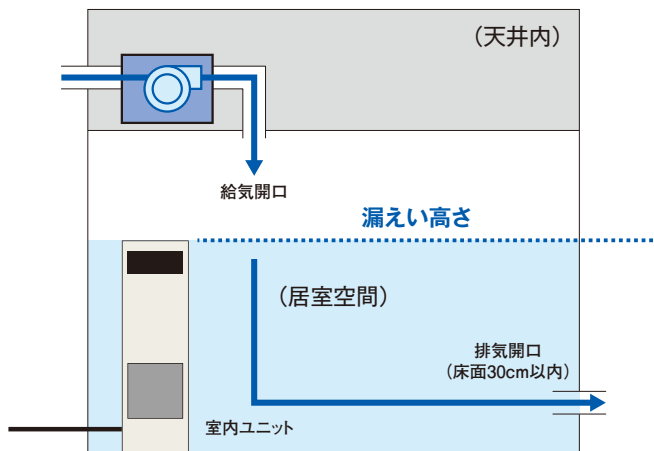

図3 給気開口が天井、排気開口が床面の場合
- 給気開口は室内上部に設け、排気開口は対向する壁面に可能な限り低く(床面30cm以内)する。(図3)